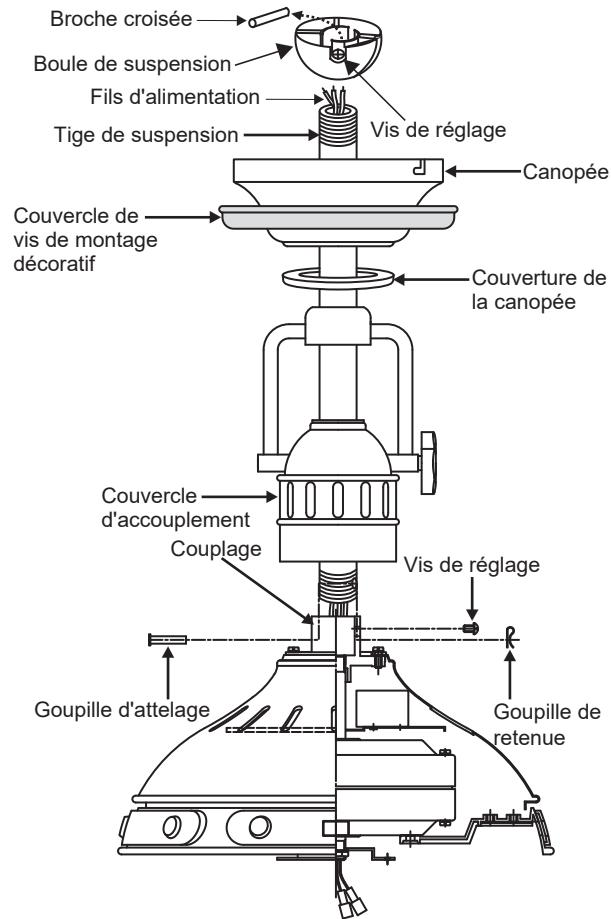

Fig. 7
**Étape 1.** Retirez la boule de suspension de l'assemblage de la tige descendante en desserrant la vis de réglage, en retirant la goupille transversale et en faisant glisser la boule de la tige. (Fig. 7)
**Étape 2.** Desserrez les deux vis de réglage et retirez la goupille d'attelage et le clip de fixation de l'accouplement situé au-dessus de l'ensemble du moteur. (Fig. 7)
Ensuite, replacez la goupille d'attelage et le clip de retenue. Serrer les deux vis de pression. (Fig. 7)
Enfilez la boule de suspension sur la tige, insérez la goupille transversale dans la tige et serrez. Serrez maintenant la vis de pression. (Fig. 7)